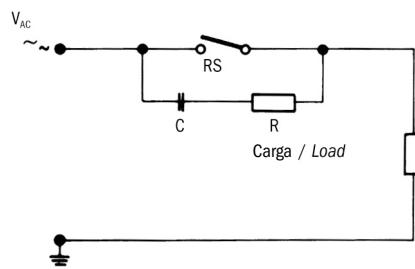

Fig. 2 Protección con corriente alterna con conexión RC para carga inductiva.
**1) Cargas inductivas** En presencia de circuitos alimentados con corriente continua, la protección del contacto es relativamente fácil. Se conectará un diodo semiconductor en paralelo a la carga, como se indica en la figura 1. (ver página siguiente). Las polaridades deben estar conectadas de manera que el diodo se bloquee con el voltaje de funcionamiento normal y siempre en cortocircuito en caso de inversión de polaridad. Cuando se comutan cargas inductivas alimentadas con corriente alterna no se puede utilizar un diodo, es necesario utilizar un dispositivo de supresión del arco. Por lo general, se trata de una conexión RC paralela al conmutador y, por lo tanto, en serie con la carga, como se muestra en la fig. 2 (ver página siguiente). El tamaño del supresor del arco se puede determinar por el monograma de la fig. 3 (ver página siguiente).